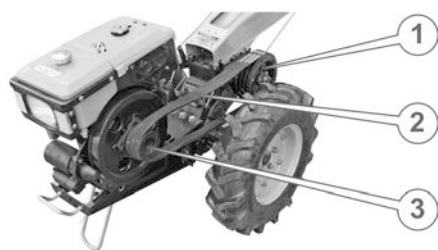

Рис. 4.10.
17. Надеть клиновые ремни (2) (см. рис. 4.10.) на ведомый шкив (1) и ведущий шкив (3), сдвинуть двигатель вместе с балками вперед до того момента, когда ремни слегка натянутся.